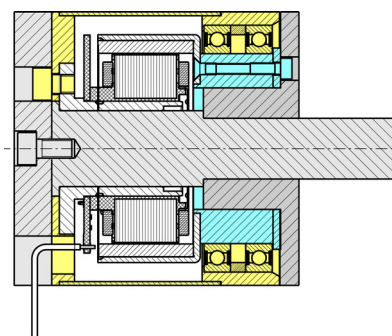

図 18 ステータ／ロータ最終位置
- ロータが完全にステータ内に収まるまで続けてください（→ 図 18）